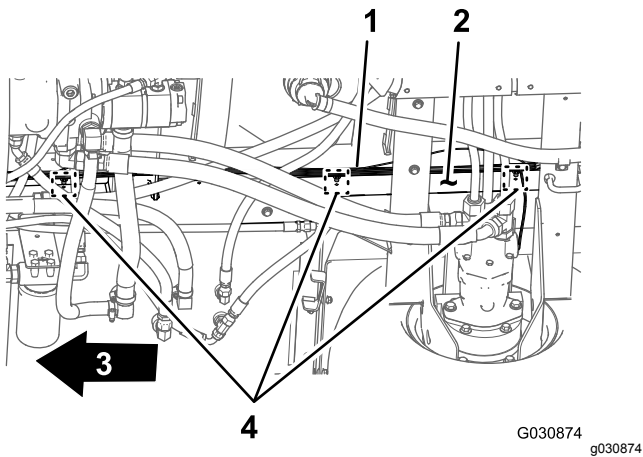

Figura 21
3. Retire las 3 fijaciones a presión que sujetan el arnés de cables trasero a los orificios del larguero derecho del bastidor de la máquina (Figura 21).